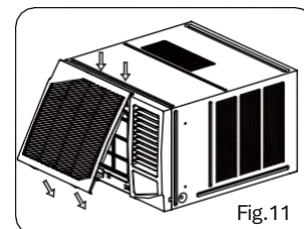

Fig. 11
2. Agganciare il pannello frontale all'occhiello del telaio, quindi premere il pannello frontale nella fessura del telaio fino a sentire un clic (cfr. Fig. 11).